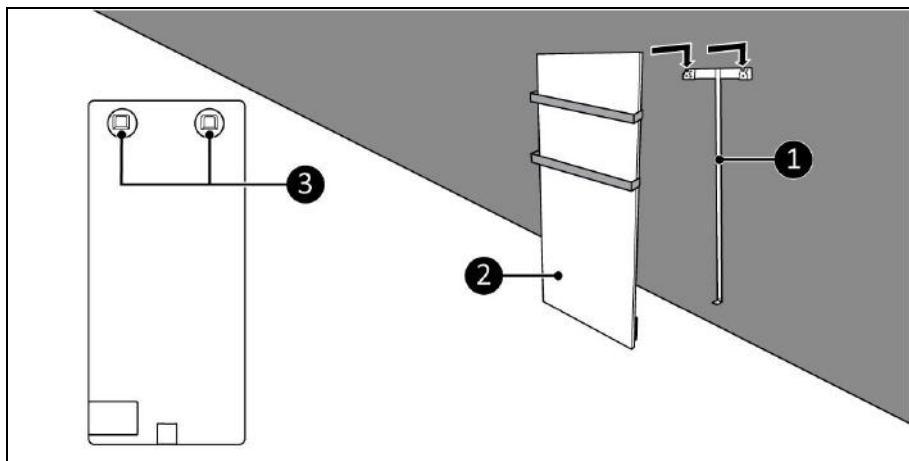

Figur 9
4. Placer vægbeslaget mod væggen, og marker de fem huller (figur 9).
6. Indsæt rawlplugs (figur 9, pos. 3).
7. Skru og stram vægbeslaget (figur 9, pos. 1) fast på væggen med fem store skruer (figur 9, pos. 2) ved hjælp af en stjerneskrutetrækker (figur 9, pos. 4).